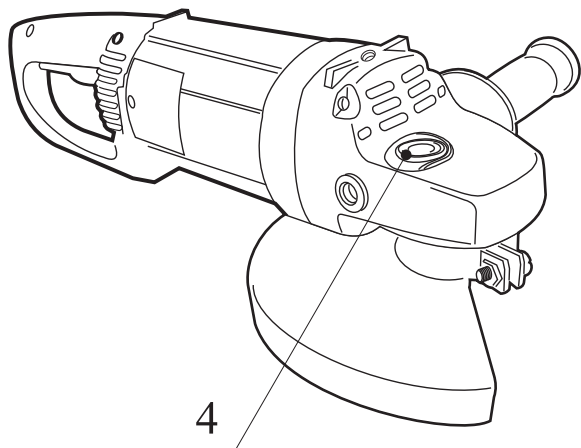
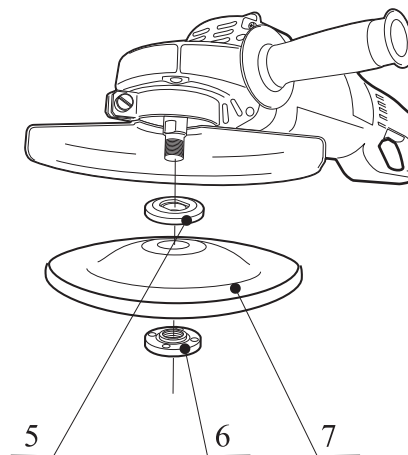

Рисунок 2.
Рисунок 3.
4. Фиксатор вала (рис. 2); 5. Шайба прижимная внутренняя (рис. 3);
6. Шайба прижимная внешняя (рис. 3); 7. Абразивный диск (рис. 3)